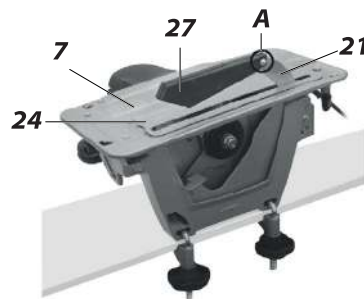

Рис. 6
г) Для проведения мелких стационарных работ пила устанавливается на горизонтальной поверхности верстака на неподвижный кожух и основную ручку так (Рис. 6). Фиксация на верстаке осуществляется с помощью отверстий (14) струбцинами (входящие в комплект).
1. Проверьте исправность пильного диска, наличие и правильность установки расклинивающего ножа (21) (Рис. 6).
3. Зафиксируйте пилу на горизонтальной поверхности прочного верстака или стола струбинами (22) так, как показано на рис. 6.
4. Ручкой (10) отведите нижний защитный кожух, установите накладку стола (24) и зафиксируйте ее на столе винтом М4 из комплекта крепежа (23). Отпустите ручку защитного кожуха.
5. Установите дополнительный защитный кожух (27) на расклинивающий нож с помощью оси (А) (см. Рис. 6), вставив ее в отверстия кожуха и ножа. Зафиксируйте ось шплинтом из комплекта крепежа. Убедитесь, что дополнительный кожух может свободно подниматься и опускаться вокруг оси.
ВНИМАНИЕ! Струбины (22) (Рис. 7), накладка стола (24) с ее винтом, дополнительный защитный кожух (27) (Рис. 6), ось (А) и ее шплинт используются только при стационарной работе пилы.